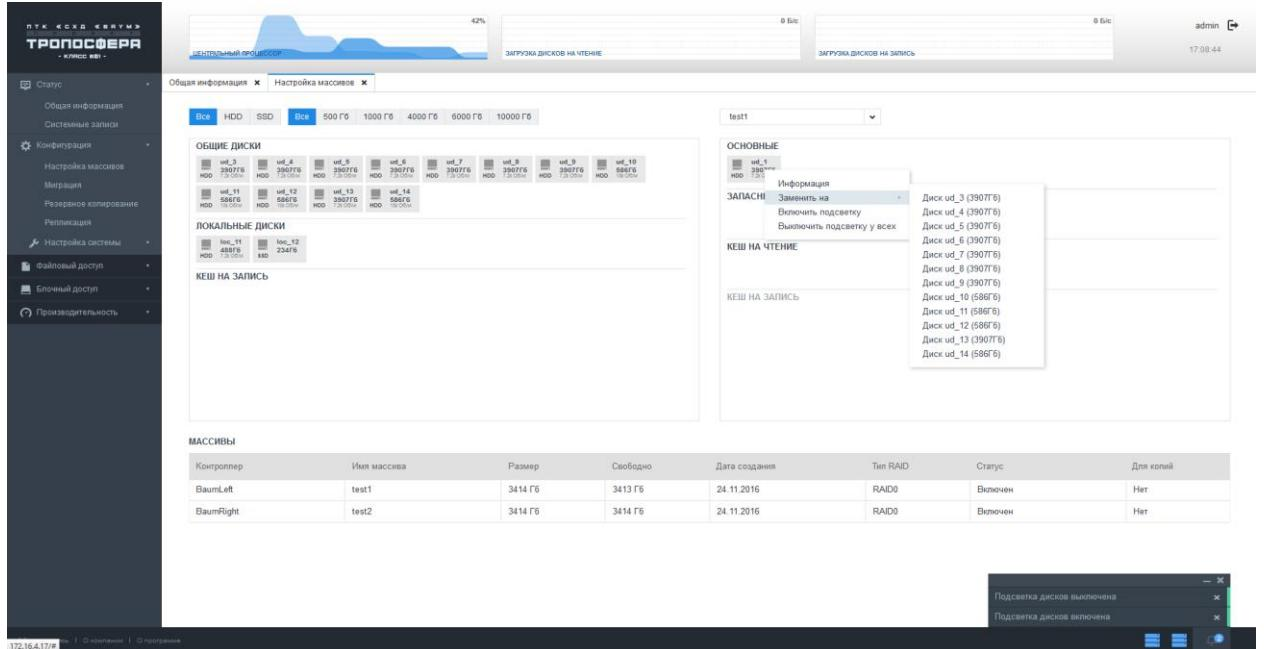

Рисунок 28 – Изменение массива
- В поле «Имя массива» из выпадающего списка выбрать массив, в котором будет заменен диск (см. Рисунок 28).